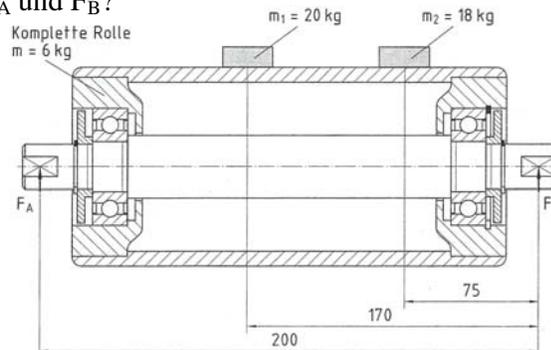

Abb.4: Massen- und Längenangaben
28) Auf der horizontal gelagerten Rolle werden zwei Lasten (Abb.4) transportiert. Wie groß sind hierbei die Auflagerkräfte  $F_A$  und  $F_B$ ?